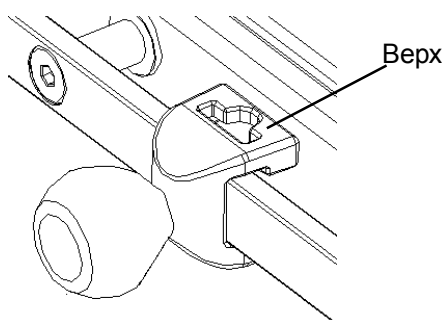

Рисунок 5-5 Правильно установленный зажим
1. Наденьте корпус зажима на боковой рельс операционного стола, как показано на Рисунок 5-5.
- Убедитесь в том, что зажим установлен правильно, как показано на Рисунок 5-5. Невыполнение данного требования может привести к падению ножной секции и стать причиной повреждения оборудования или травмы.